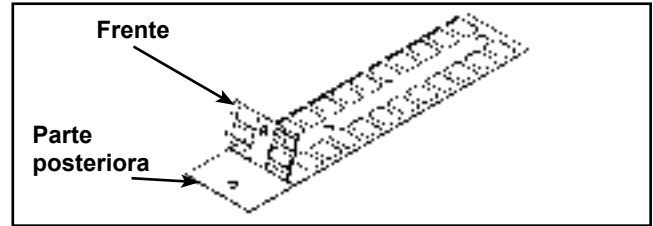

Figura 14
- A. Lentamente y cuidadosamente cáscara del lado trasero de etiqueta. Véase El Figura 14. **NOTA:** Al pelar de la cubierta trasera, cerciorarse de que las etiquetas sigan unidas a la etiqueta engomada delantera.